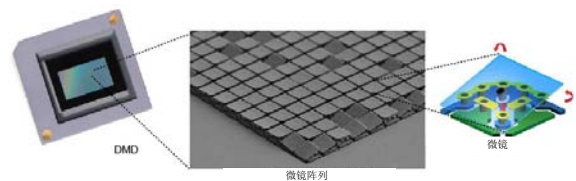

图 1. 数字微镜设备
德州仪器 (TI) 的 DLP 技术是一种通过数字微镜装置 (DMD) 进行光调制的微机电系统 (MEMS) 技术。DMD 由 800 多万个以二维阵列方式组合的高反射性、数字可切换、微米级的镜面 (“微镜”) 组成 (图 1)，而各种 DMD 的分辨率和尺寸均有所不同。DMD 上的每个微镜对应显示屏上一个或多个像素，单独调制可以营造出惊艳的显示效果。DLP 技术推动了全球显示产品的发展，设备包括数字电影和家庭影院投影仪以及虚拟现实装置、数字标牌、汽车抬头显示器等。DLP 芯片组可提供明亮的、高分辨率且移动的各尺寸显示。